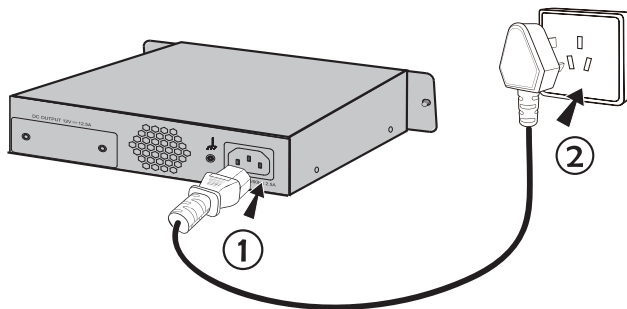

图3-4 电源连接示意图
2. 采用原装交流电源线连接TL-RPS150的交流输入接口与电源插座，如图3-4所示。